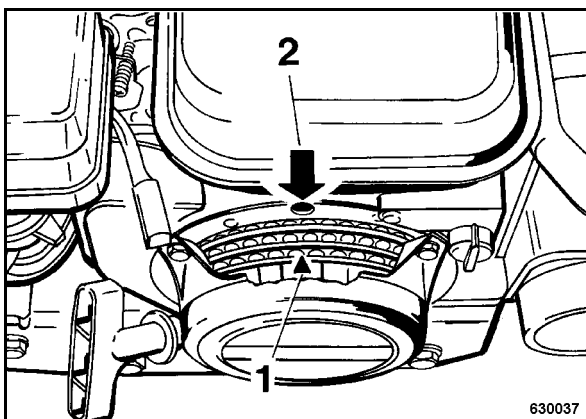

рис. 64
- С помощью стартера выровнять треугольную отметку (1) (рис. 64) ременного шкива стартера по верхнему отверстию (2).